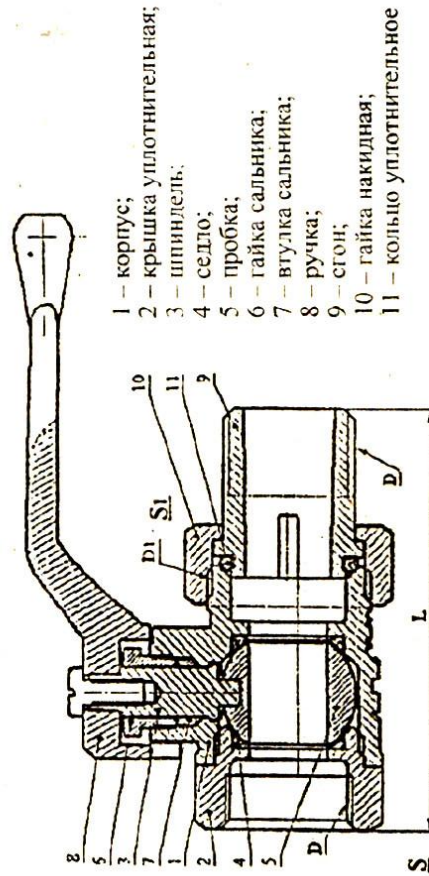

Рисунок 1 – Кран шаровой со штоном
4.1. Устройство крана приведено на рис. 1